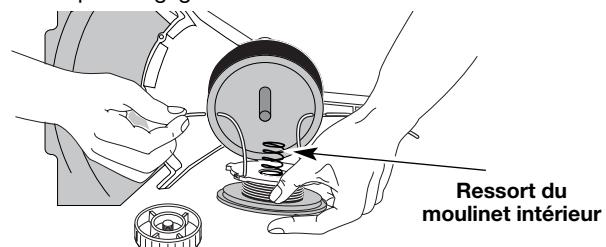

Fig. 38
- Insérez les extrémités du fil dans les œillets de la bobine extérieure et placez le moulinet et le ressort dans la bobine (Fig. 38). Enfoncez le moulinet et la bobine ensemble. Tout en tenant le moulinet et la bobine, saisissez les extrémités et tirez fermement pour dégager le fil des fentes de retenue de la bobine.
- Insérez les extrémités du fil dans les œillets de la bobine extérieure (Fig. 38).